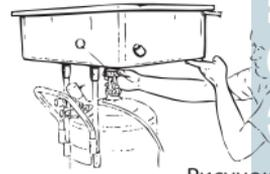

Рисунок 6.4
4. Поставьте ванну на резервуар и закрепите её при помощи кольца Q (рис. 6.4). Зафиксируйте опорные рычаги. Установите рукоятку.